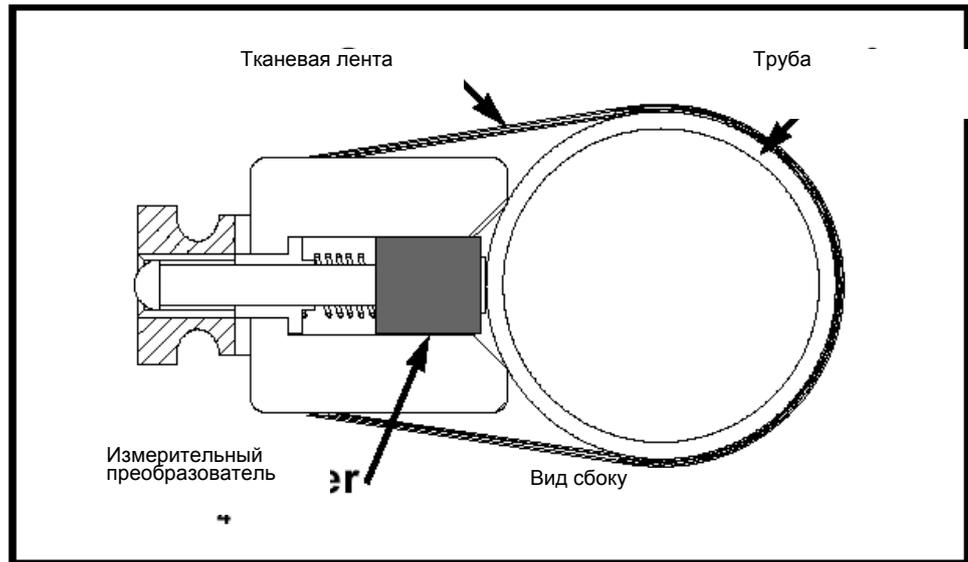

Рис. 41. Установка зажимного приспособления для труб небольшого диаметра:
5. Рукой подайте крепёжное приспособление к трубе и закрепите его при использовании тканевых лент (см. рис. 41 сверху). Обеспечьте, чтобы кабели измерительных преобразователей проходили через торцы зажимного приспособления. Если такие кабели зажимаются внизу приспособлением, измерительные преобразователи не будут контактировать с трубой.